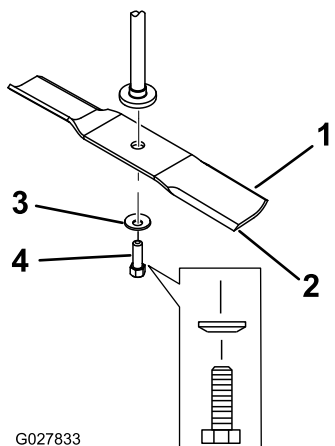

Figure 51
2. Enlevez de l'axe, le boulon, la rondelle bombée et la lame (Figure 51).
1. Placez la lame sur l'axe (Figure 51).
2. Montez la rondelle bombée (face concave vers la lame) et le boulon de lame (Figure 51).